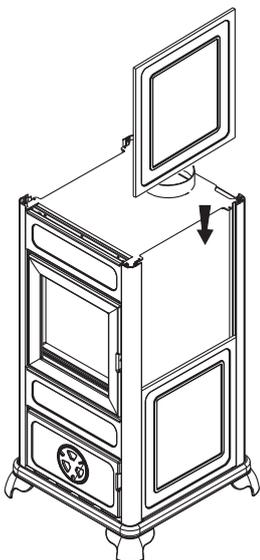

fig. 5
- infilare le ceramiche, nelle apposite guide laterali, dall'alto verso il basso, fig. 5